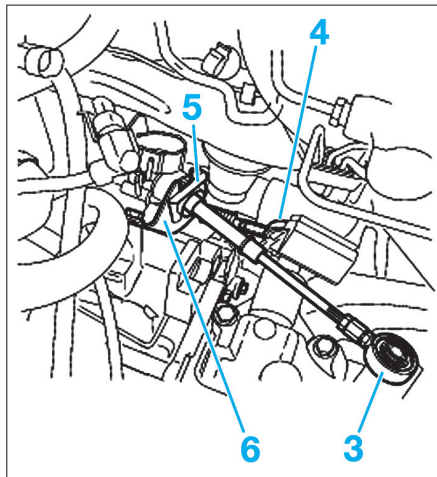

Fig. 63
- Déboîter la rotule (3) du flexible de sélection des vitesses (Fig.63).